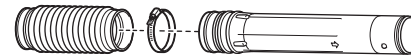

Рис. 3
2. Вставьте трубу с шарнирным соединением в гибкую трубу и закрепите их при помощи хомута (Рис. 3).